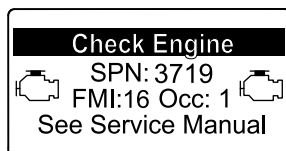

Figura 40
- Aviso do motor SPN 3720, FMI 16 (Figura 40)